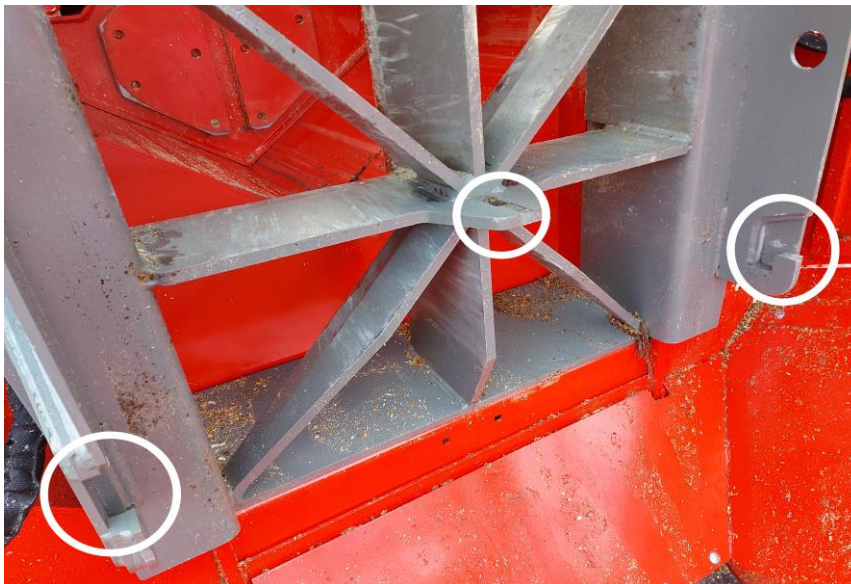

Bild 21.
**Obs!** När du sätter multiplikatorbettet i det nedre läget ska du se till att kantfästena (bild 21) är rena, så att multiplikatorbettets låstappar kan fästas ordentligt på plats. Se till att betten är på samma nivå och helt låsta innan du fortsätter användningen.